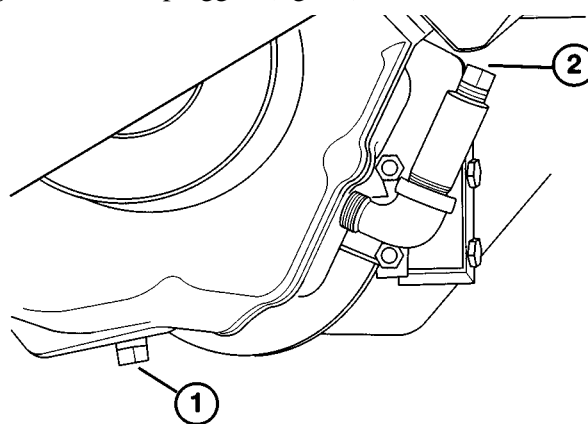

Fig. 26
1. Sett en beholder under akselens dreneringsplugg. Gjør rent rundt pluggen (fig. 26).
3. Ta av påfyllingspluggen (fig. 26) og hell ca. 1,89 liter SAE E.P. 90 olje opp i forlengelsesrøret. Stopp når oljen når opp til toppen av røret.